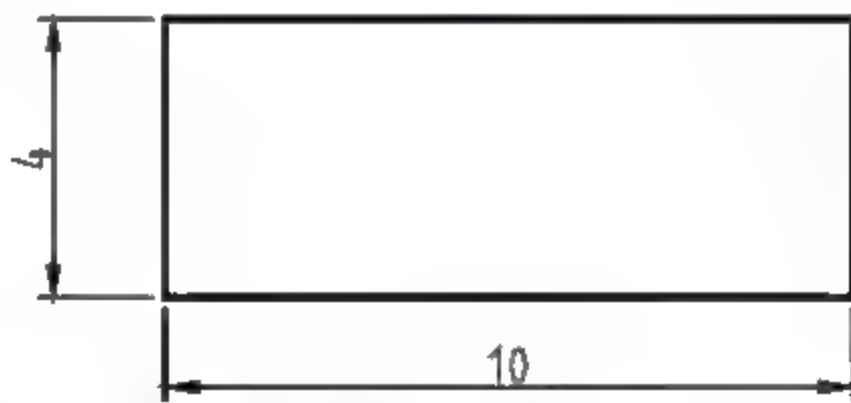

图4-164 绘制电气元件2
(2) 调用REC【矩形】命令, 结合【对象捕捉】功能, 绘制电气元件2, 如图4-164所示。